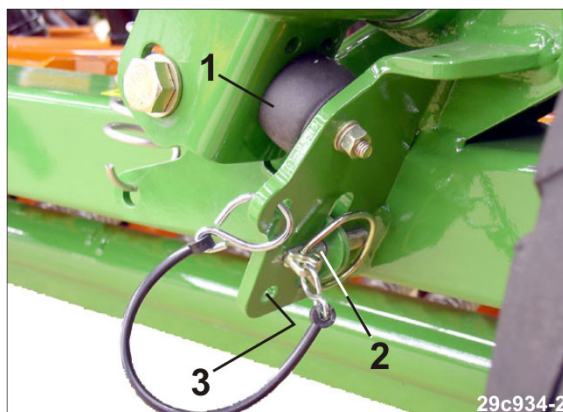

Fig. 168
- 3.1 Trykk markørutliggeren mot gummibufferen (Fig. 168/1).
- 3.2 Trekk ut låsesplinten (Fig. 168/2) og sett den i boringen (Fig. 168/3) til oppbevaring.